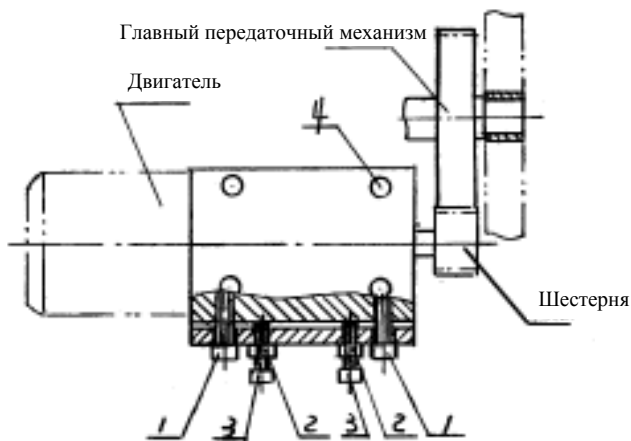

Рис. 5
4) Проверить зазор между главным передаточным механизмом и шестерней; убедиться, что он находится в пределах допустимого диапазона. **Регулировка (см. рис. 5)**